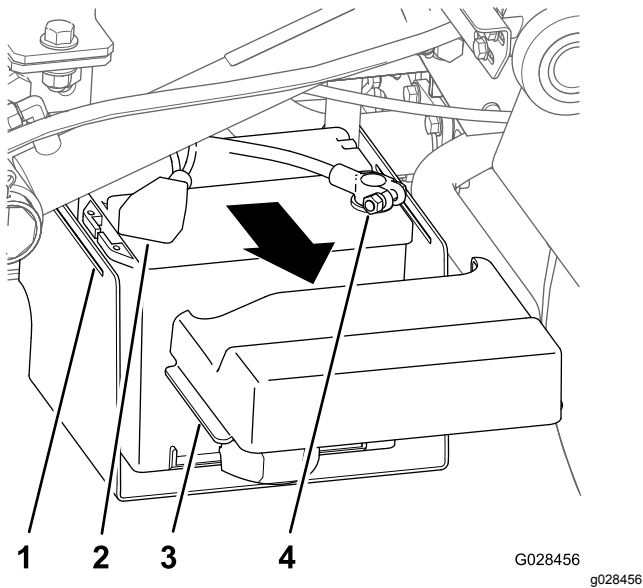

Figura 22
1. Presione los laterales de la cubierta de la batería para soltar las pestañas de las ranuras de la base de la batería, y retire la cubierta de la batería de la base de la batería (Figura 22).
2. Quite la cubierta y retire el terminal negativo de la batería (Figura 22).
3. Retire el terminal positivo de la batería (Figura 22).